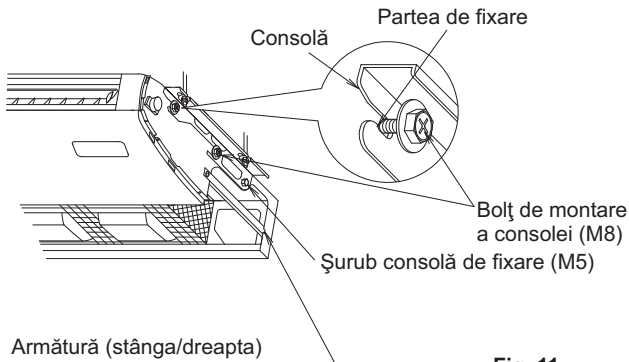

Fig. 11
(2) Ridicați unitatea interioară, glisați dinspre partea frontală și puneți șurubul de instalare a consolei (M8) pentru susținere temporară. (Consultați Fig. 11)
(3) Strângeți la loc șuruburile de fixare a consolei (M5) în 2 locuri, de unde au fost scoase. (Consultați Fig. 11) Trebuie prevenită abaterea de la paralelism a unității interioare.
(4) Strângeți bine șuruburile de instalare consolei (M8) în 4 locuri. (Consultați Fig. 11)